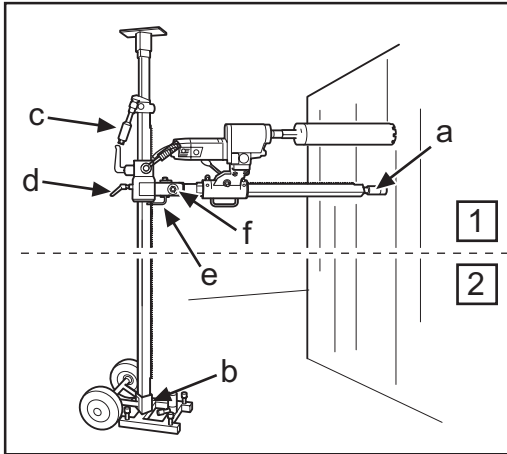

Fig.3
- 8. Controlar la posición de la broca de corona. Enroscar el tornillo de puntal contra la pared para fijar la columna de perforación. Fijar con una tuerca de seguridad de 30 mm (a) (fig. 3), utilizando una regla de madera como separador.
- 8. Controlar a posição da coroa da broca. Enroscar o parafuso de escora contra a parede para fixar a coluna de perfuração. Fixar com a porca de segurança de 30 mm (a) (Fig. 3). Usar um calço de madeira ou similar como separador.
- 8. Check position of the drill bit. Screw in the support column screw against the wall to secure the drill column. Secure with the locking nut 30 mm (a) (Fig. 3), use a wooden batten as packing.